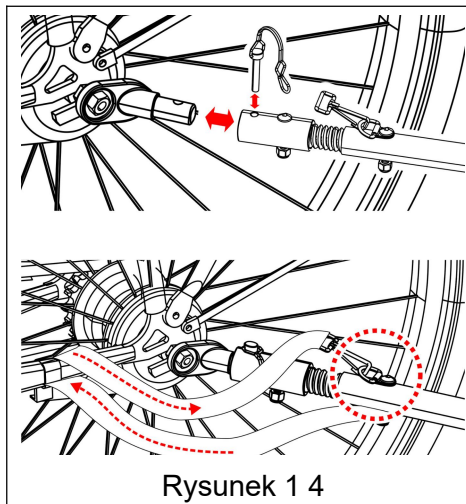

Rysunek 1 3
2. Oś nakrętkowa: Odkręć nakrętkę z podkładką z lewej strony tylnej osi roweru. Zamontuj zaczepek na osi i ponownie przykręć nakrętkę z podkładką (Rysunek 1 3).